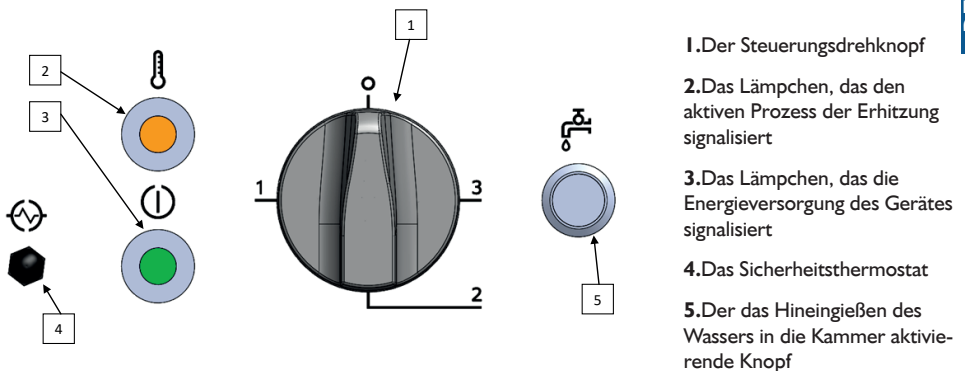

Bild 6. Die Steuerungselemente des Gerätes
- Vor dem Beginn der Arbeit sollte der Steuerungsdrehknopf (Bild 6, Pos. 1) auf die Position „0“ eingestellt werden.
- Das Wasser in das Gerät mit Hilfe des Zulaufhahns (Bild 1, Pos. 6) bis zu der in der Kammer angezeigten Stufe hineingießen. Das Wasser wird mit dem Knopf auf dem Steuerungspanel aktiviert (Bild 6, Pos. 5). **Man darf das Gerät nicht ohne das Wasser in der Kammer einschalten!**
- Zum Ausschalten des Gerätes sollte der Drehknopf auf die Position „0“ mit einer Bewegung im Uhrzeigersinn eingestellt werden (das Signallämpchen erlischt – Bild 6., Pos.2).
- Das Gerät wurde zusätzlich mit einem Sicherheitsthermostat ausgestattet, der die Heizelemente vor dem Anbrennen schützt. Im Falle des Auskochens des Wassers oder des Einschaltens des Gerätes ohne das Wasser im Behälter wird sich das Gerät automatisch ausschalten, nachdem die Heizelemente eine allzu hohe Temperatur erreicht haben. Im Falle des Ansprechens des Sicherheitsthermostats, warten Sie einige Minuten, schrauben Sie die Mutter ab und drücken Sie den Knopf ein (Bild 6, Pos. 4), um das Gerät erneut in Betrieb zu setzen.